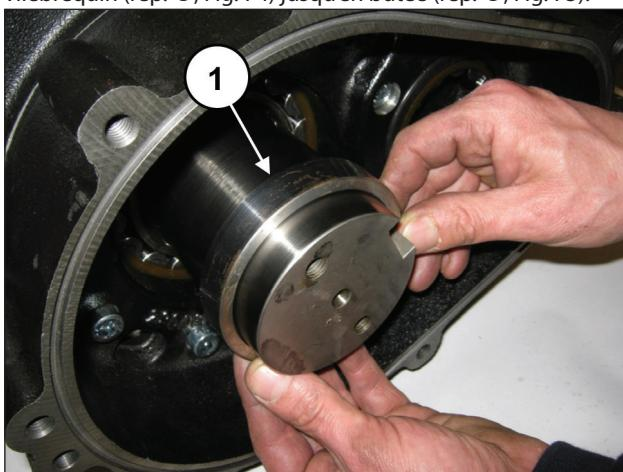
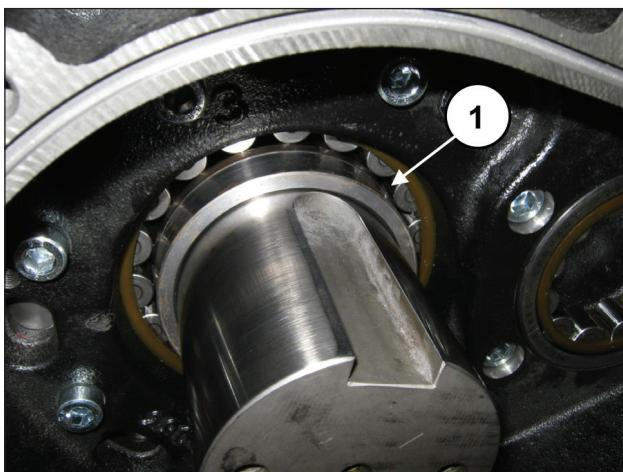

Fig. 74
Fig. 75
Insérer la bague d'appui de la couronne dans la queue du vilebrequin (rep. ①, Fig. 74) jusqu'en butée (rep. ①, Fig. 75).